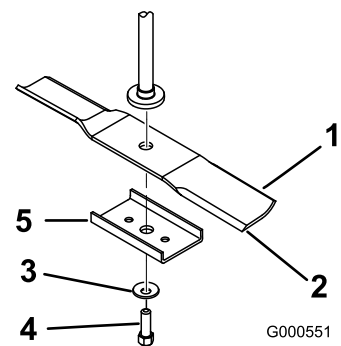

Figura 47
Tenete l'estremità della lama con un cencio o un guanto bene imbottito. Togliete il bullone, la rondella curva, il rinforzo della lama e quest'ultima dall'asse del fusello (Figura 47).
1. Montate la lama sull'asse del fusello (Figura 47).
- Montate il rinforzo della lama, la rondella curva (lato concavo verso la lama) ed il bullone della lama (Figura 47).